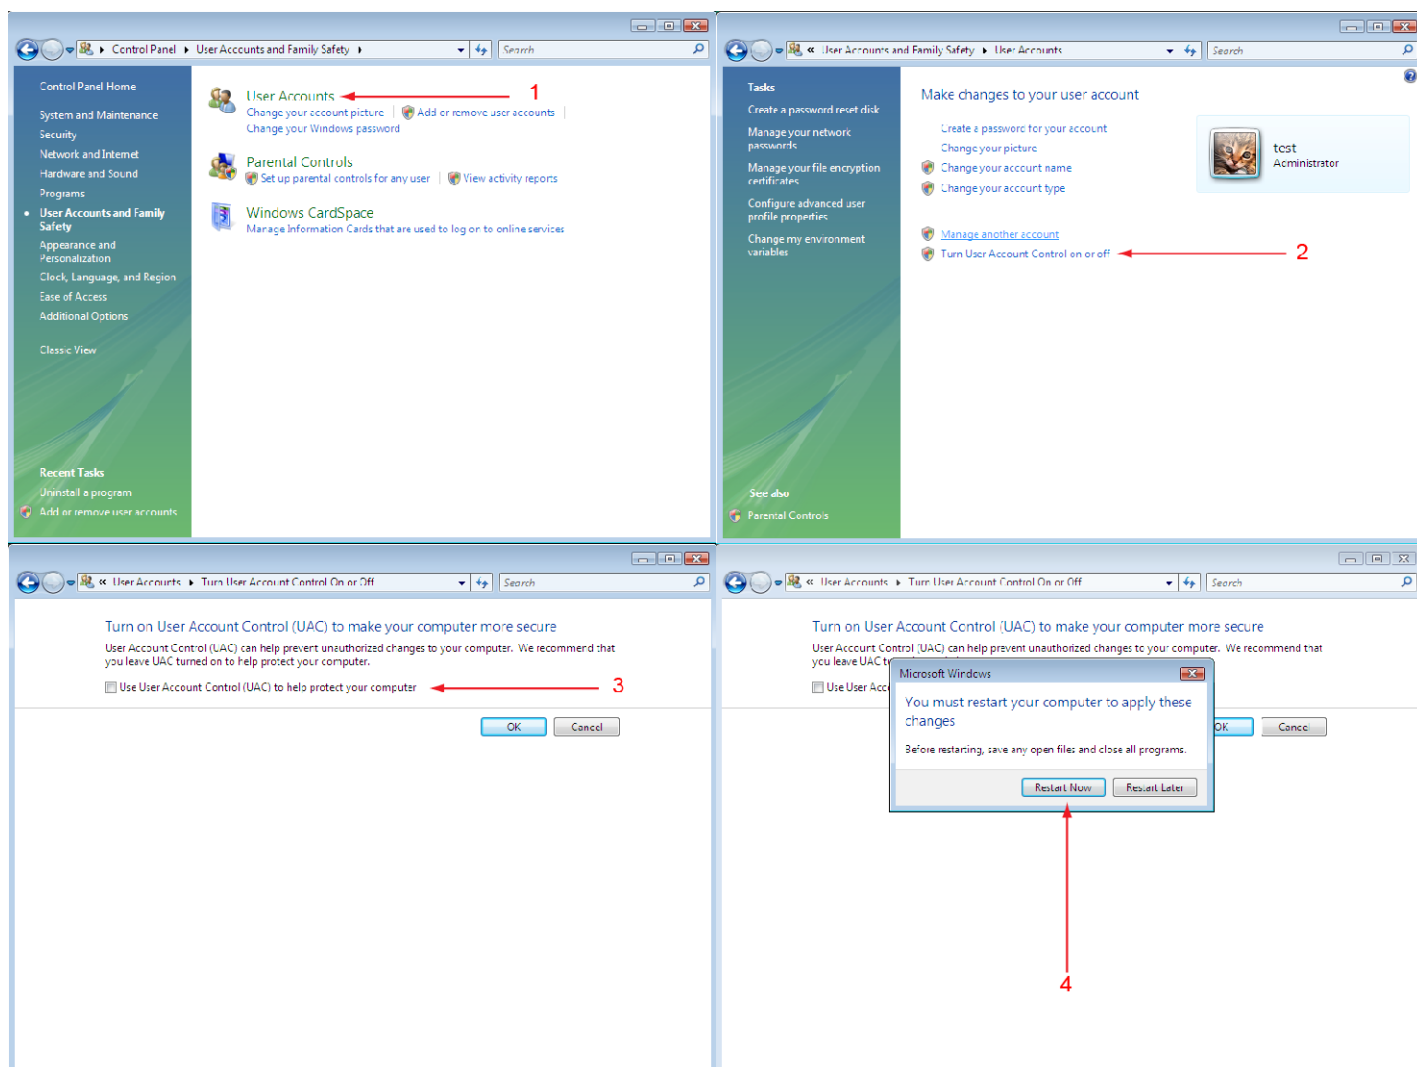

Figura 3-2. Windows Vista Controlo de conta de utilizador
- 1) Apenas para utilizadores do Windows Vista, é necessário aceder ao painel de controlo, clicar em "Contas de utilizador e segurança familiar" e remover "Controlo de conta de utilizador" (UAC), como mostrado na figura 3-2. A caixa de verificação desta opção deve estar desmarcada. Reinicie o computador conforme necessário.